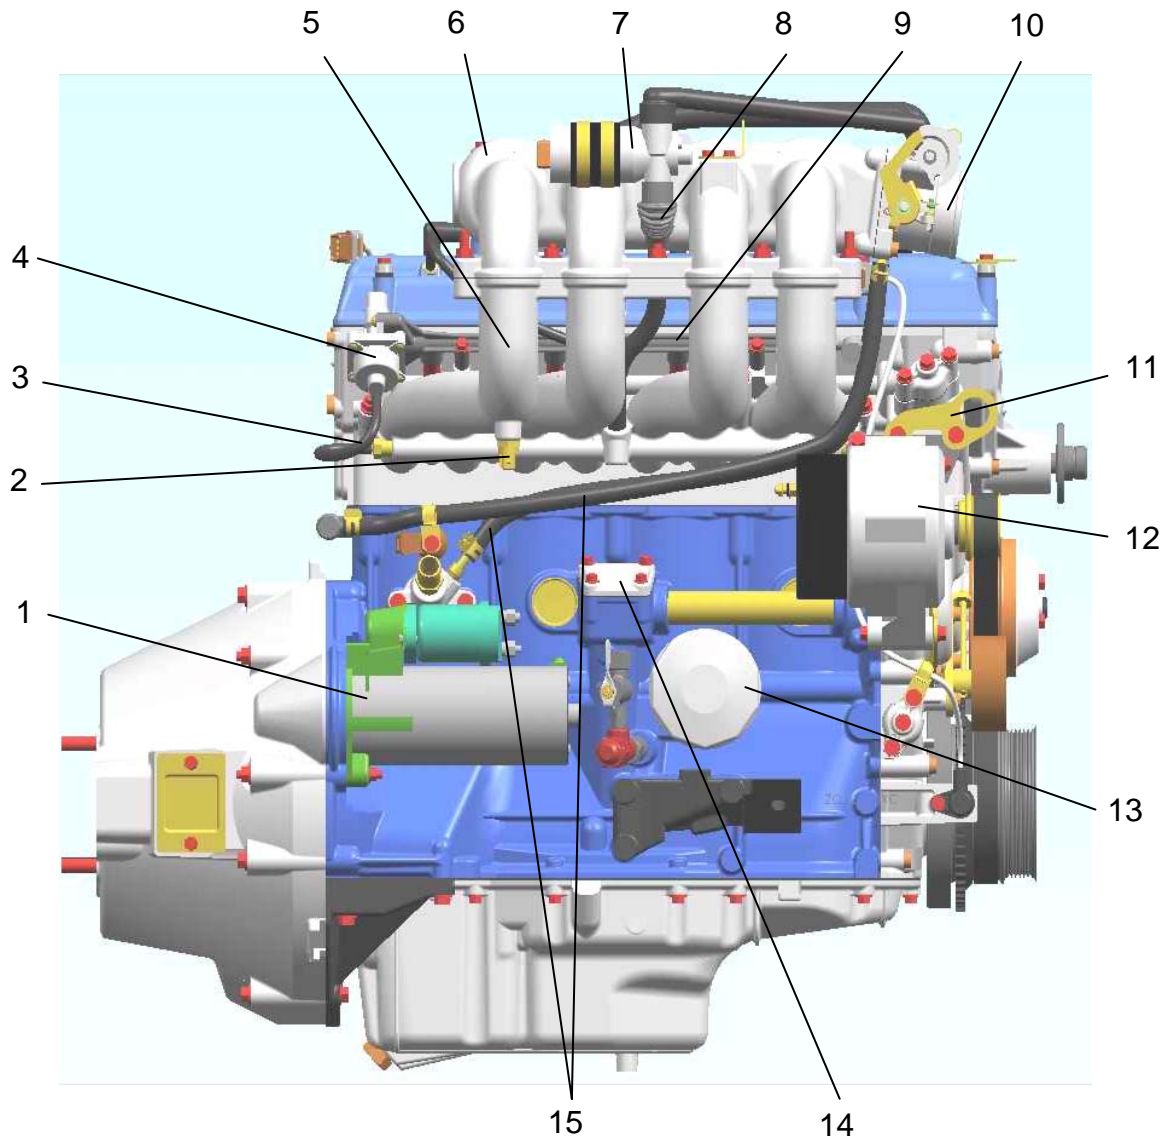

Рисунок 60 – Вид двигателя справа:
2. Установить топливопровод двигателя 9 с форсунками в отверстия во впускной трубе и закрепить топливопровод, при этом форсунки должны усилием руки поворачиваться вокруг продольной оси (рисунок 60).
3. Установить шланг 3 на штуцер регулятора давления топлива 4 и штуцер канала холостого хода (рисунок 60).
4. Установить шланг подачи воздуха 8 одним концом на штуцер патрубка впускной трубы 5 (рисунок 60).
5. Установить регулятор холостого хода 7 патрубком на другой конец шланга подачи воздуха и закрепить его на ресивере 6 (рисунок 60).
7. Установить генератор 12 и закрепить его (рисунок 60).
11. Установить и закрепить на ресивер патрубок дросселя 10 (рисунок 60).
12. Установить шланги подогрева дросселя 15 (рисунок 60).
18. Установить и закрепить стартер 1 (рисунок 60).
20. Установить датчик температурного состояния впускного трубопровода 2 (рисунок 60).
21. Установить масляный фильтр 13 (рисунок 60).